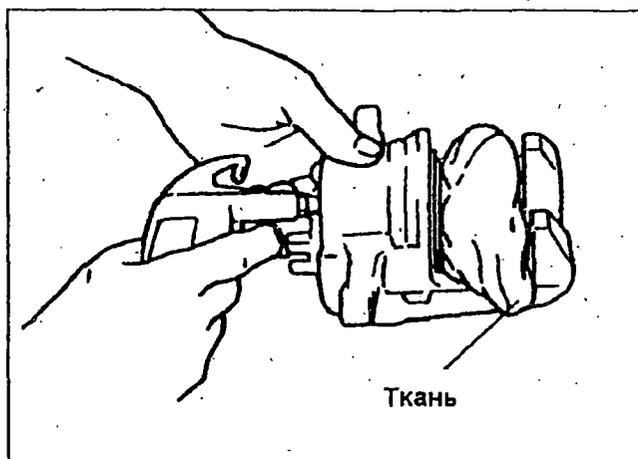

Рис. 5-25
2. Извлечь поршень путем продувки сжатым воздухом (рис. 5-25).